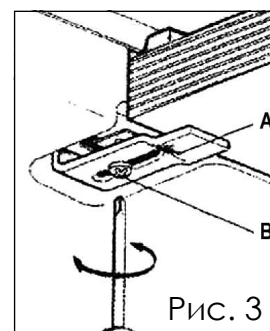

Рис. 3
- 3) Отверткой ослабьте винты "В" четырех креплений "А" (Рис. 3).